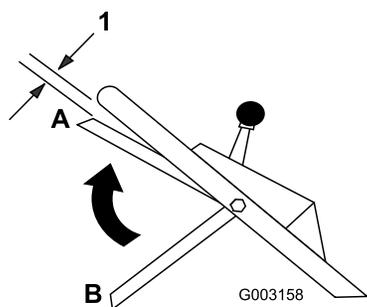

Figure 18
10. Relevez la barre de commande pour l'amener à environ 2,5 cm (1 po) du guidon; voir position A à la Figure 18.